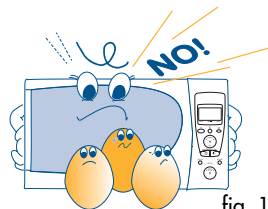

fig. 11
- 9) **Geen eieren koken met de schaal** (fig. 11): de druk die ontstaat binnen in het ei zou het ei doen ontploffen, ook na afloop van de bereidingstijd. Geen gekookte eieren opwarmen, tenzij het roerei betreft.